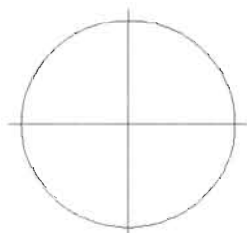

图 3-24
(3) 按空格键继续执行 Xline 命令, 绘制一条垂直构造线, 如图 3-24 所示, 命令执行过程如下。